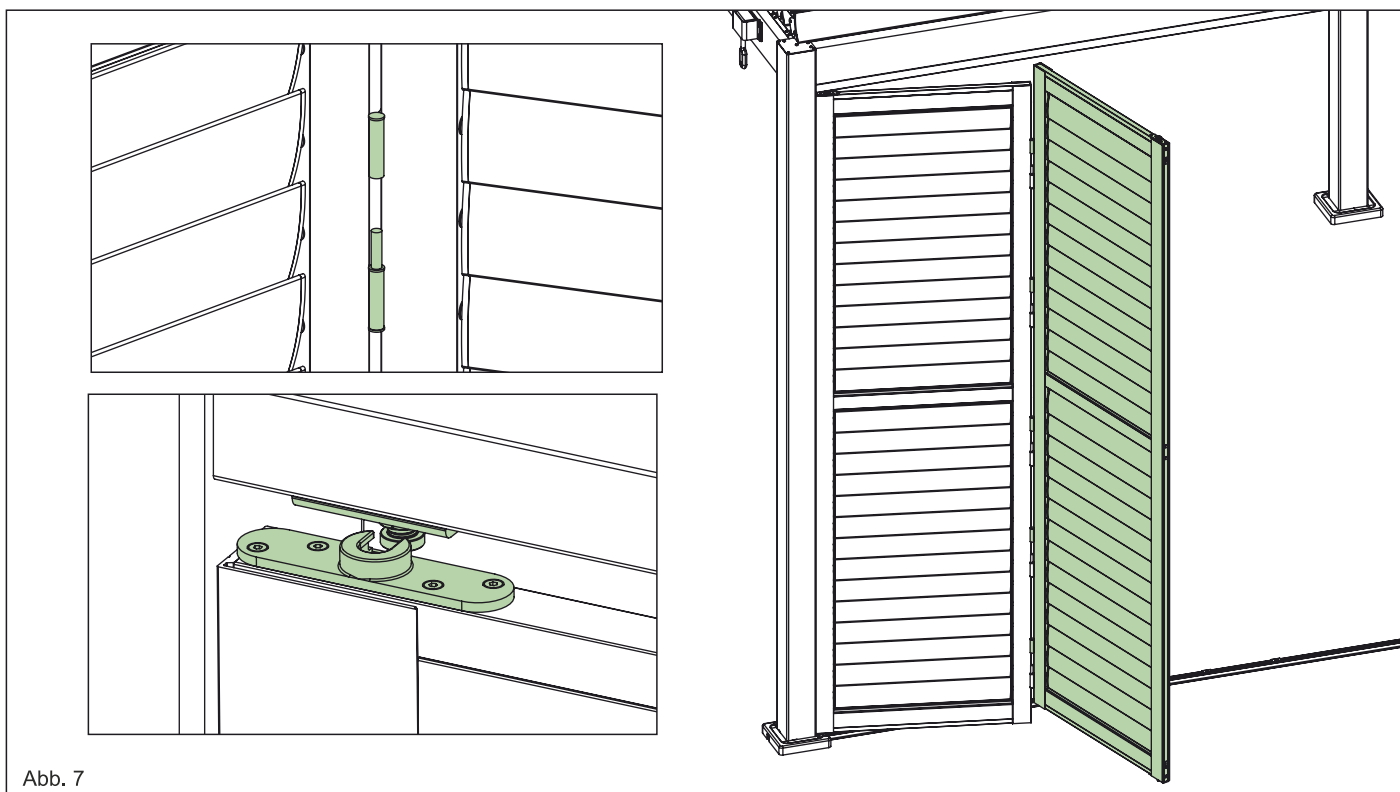

Abb. 7
5. Setzen Sie die zweite Lamellentür auf die Scharniere der schon eingesetzten Tür und Hacken die obere Öffnung zwischen Mutter und unteres Ende der Schraube ein. Wiederholen Sie Schritte 4 und 5 Für die gegenüber liegenden Lamellentüren. Siehe Abb. 7.